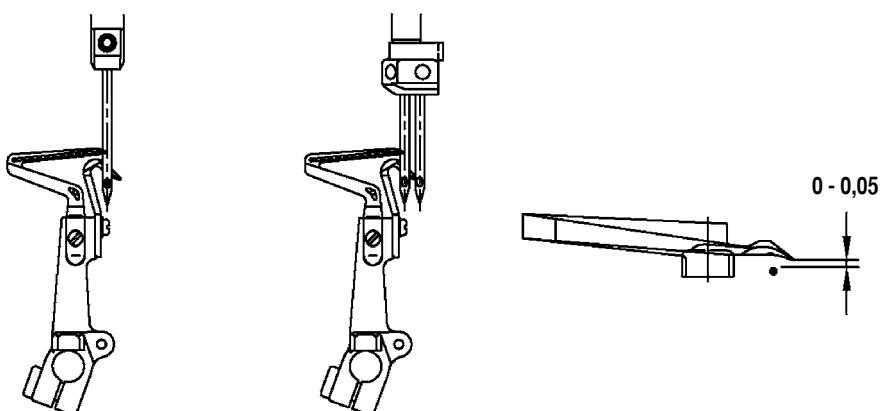

Рис. 41
(2) Когда нижний петлитель движется вправо к средней линии иглы (используйте левую иглу в качестве стандарта в случае двойных игл), зазор между ними должен составить 0 - 0,5 мм. (Рис. 41)